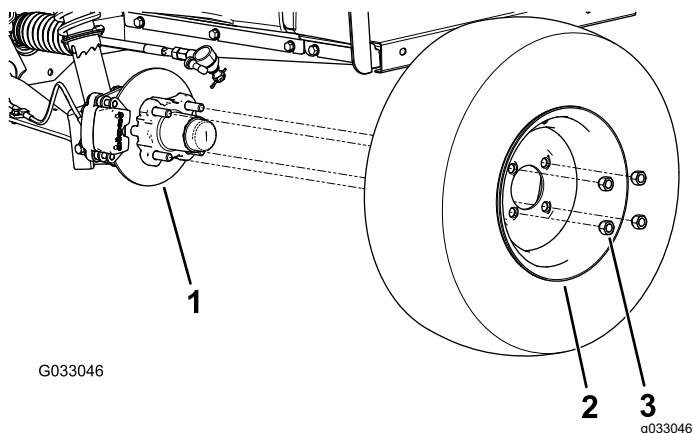

图 28
2. 卸下将车轮固定到轮毂上的 4 个车轮螺母图 28。
4. 将车轮中的孔与轮毂中的螺栓对齐并将车轮安装到轮毂上阀杆向外图 28。
5. 使用车轮螺母将车轮固定到轮毂上图 28。